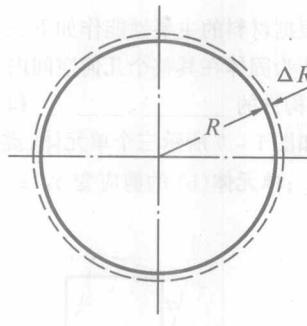

图 1-6
1.6 图 1-6 所示的圆形薄板半径为 R , 变形后 R 的增量为 ΔR 。若 $R = 80$ mm, $\Delta R = 3 \times 10^{-3}$ mm, 试求沿半径方向和外圆圆周方向的平均应变。